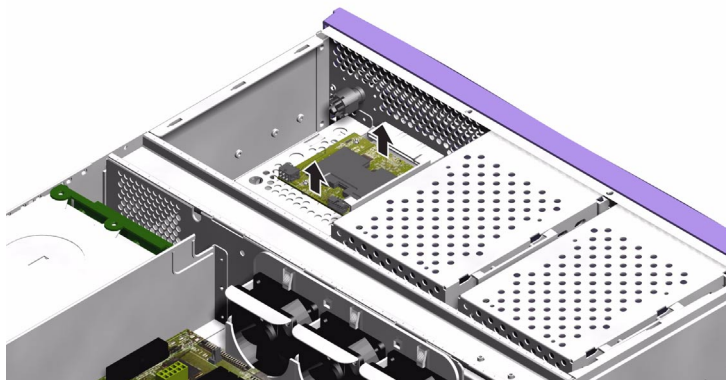

図 1-11 システム構成カードリーダーの取り外し
7. システム構成カードリーダーを取り外します。詳細は、図 1-11 を参照してください。